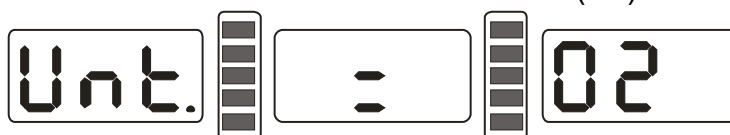

Bild 12-2
12.2 Tryck på knapparna b+ eller b- varvid displayen visar markeringen enligt Bild 12-2. Aktuella enheten för massan är nu uns (Oz).